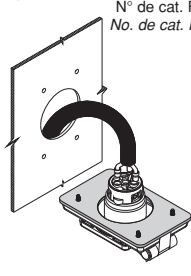

Fig. 5
5. Mount device to panel with four (4) screws provided (see *Fig. 5 & 6*). Torque screws 6 in.-lbs. to 8 in.-lbs. DO NOT overtighten screws. Ensure that gasket is visible around the edges of the cover to ensure seal.
- Fixer le dispositif au panneau au moyen des quatre (4) vis fournies (*fig. 5 et 6*). Appliquer sur les vis un couple de 6 à 8 po-lb (NE PAS serrer davantage). Pour assurer l'étanchéité de l'installation, confirmer que le joint reste visible sur le pourtour du couvercle.
- Monte el producto en el panel con los cuatro (4) tornillos proveídos (*vea Fig. 5 y 6*). Apriete los tornillos usando una tensión de 6-8 in.-lbs. NO sobreapriete los tornillos. Verifique que la empaquetadura se vea alrededor de los bordes de la cubierta para asegurar el sellado.